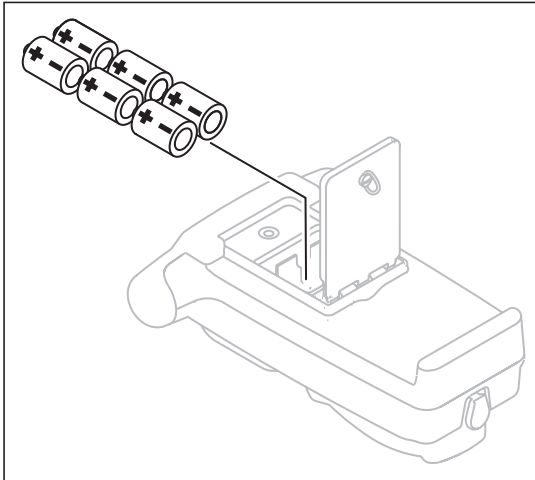

Abb. 8: Batteriewechsel am Generator **UT 830 T** – Polung der Batterien
Eine Übersicht mit der Benennung der Bedienelemente des Generators finden Sie im vorderen Umschlag (Abb. 8).
3. Legen Sie die neuen Batterien ein. Achten Sie dabei auf die korrekte Polung (Abb. 8).